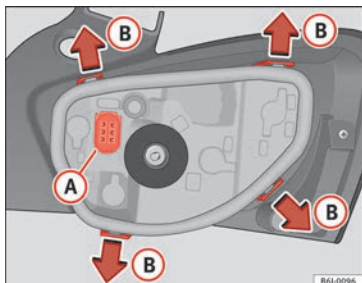

Fig. 196 Remplacement des ampoules des feux arrière.
- Retirez le support d'ampoules en le séparant du boîtier. Appuyez pour cela sur les pattes de fixation (B) dans le sens des flèches » fig. 196.